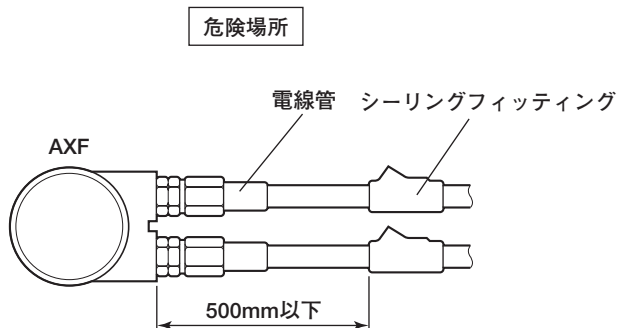

図8.4 配線
- ・ 危険場所では、配線は図8.4のように電線管中に布設してください。